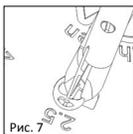

Рис. 7
■ **Рис.7/8** Фиксирование головной пластины на стержне протеза надо производить титановыми замыкающими щипчиками (REF 8000137)! Рукоятка внутри головной пластины выпрямляется с помощью обжимных щипцов (КОД 8000 137), фиксируя головную пластину на валу протеза (Рис. 7). Во время выполнения данной операции следует внимательно следить за тем, чтобы обжимные щипцы находились правильной стороной в соответствующем положении на головной пластине протеза. "ВНУТРЬ" – для внутренней части головной пластины, "НАРУЖУ" – для внешней части головной пластины. (Рис. 8а, 8б).